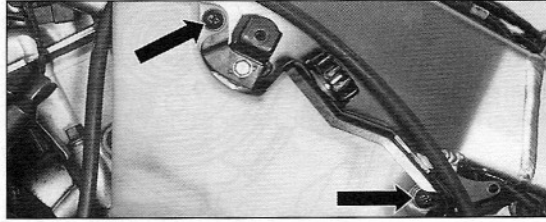

Bild 140
- Kühlflüssigkeits-Ausgleichsbehälter abnehmen (Bild 140). (Es genügt, ihn nach oben zu schieben und dort mit Klebeband provisorisch zu befestigen.)